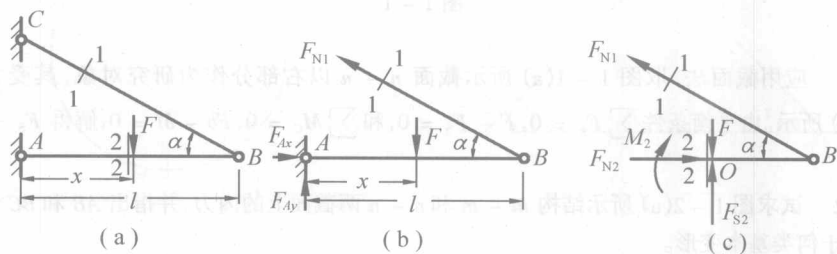

图 1-3
1.3 在图 1-3(a) 所示的简易吊车横梁上,  $F$  力可以左右移动。试求截面 1-1 和 2-2 上的内力及其最大值。
解 应用截面法, 取图 1-3(a) 所示截面 1-1 以右部分作为研究对象, 其受力如图 1-3(b) 所示。由平衡条件  $\sum M_A = 0$ ,  $F_{N1} l \sin \alpha = Fx$ , 解得  $F_{N1} = Fx / (l \sin \alpha)$ 。因  $x$  的变化范围是  $0 \leq x \leq l$ , 所以当  $x = l$  时,  $F_{N1}$  达到最大值, 即  $F_{N1\max} = F / \sin \alpha$ 。
应用截面法, 取图 1-3(a) 所示截面 1-1 和 2-2 以右部分作为研究对象, 受力如图 1-3(c)